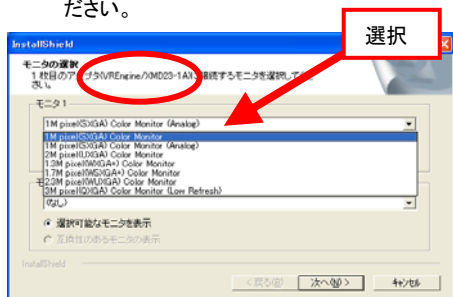

図 4.1-8 モニタの選択 1
(11) 図 4.1-8のダイアログが表示されますので、ボードの種類を確認の上、接続するモニタのタイプを選択します。(接続するモニタが 1 台の例)